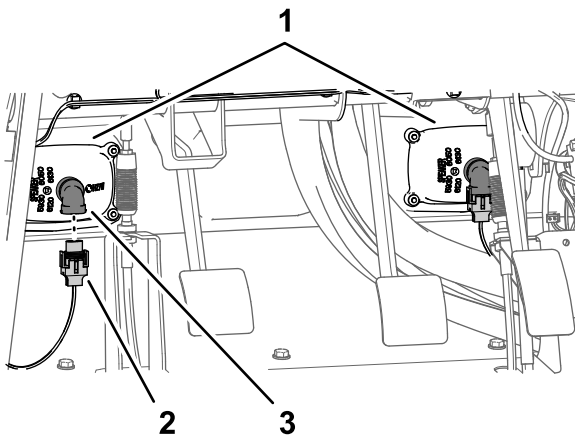

Figure 14
1. Débranchez les 2 connecteurs à 2 douilles du faisceau de la machine du connecteur à 2 broches des phares gauche et droite (Figure 14).